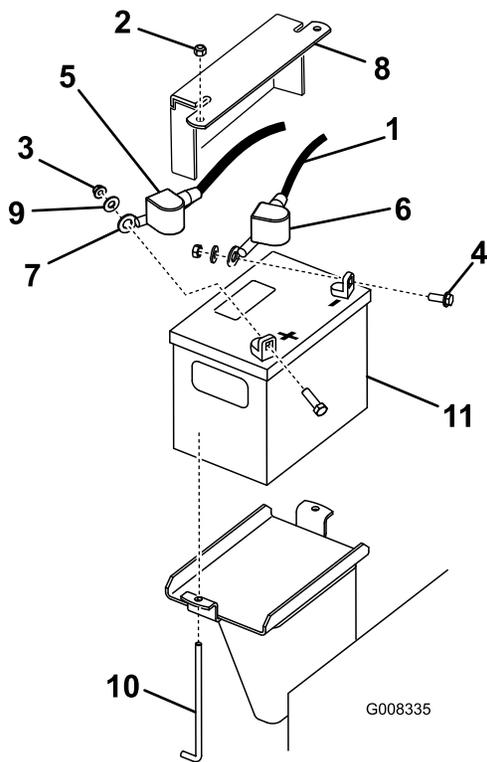

Figura 40
3. Levante la cubierta de goma negra del cable negativo. Desconecte el cable negativo del borne negativo (-) de la batería (Figura 40).
- Retire la cubierta de goma roja del borne positivo (rojo) de la batería. Luego retire el cable positivo (rojo) de la batería (Figura 40).
- Retire la pletina de sujeción, los pernos en J y las contratueras que sujetan la batería (Figura 40). Retire la batería.
1. Usando las fijaciones que retiró anteriormente, conecte el cable positivo (rojo) al borne positivo (+) de la batería (Figura 40).
3. Usando las fijaciones que retiró anteriormente, conecte el cable negativo (negro) al borne negativo (-) de la batería (Figura 40).
4. Fije la batería usando la barra y las tuercas de orejeta (Figura 40).